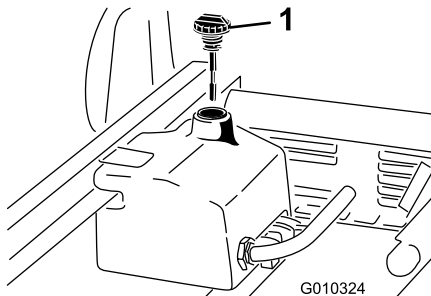

Figura 73
4. Limpe a zona em redor do tubo de enchimento e da tampa do depósito hidráulico (Figura 73).
6. Retire a vareta (Figura 73) do tubo de enchimento e limpe-a com um pano limpo.